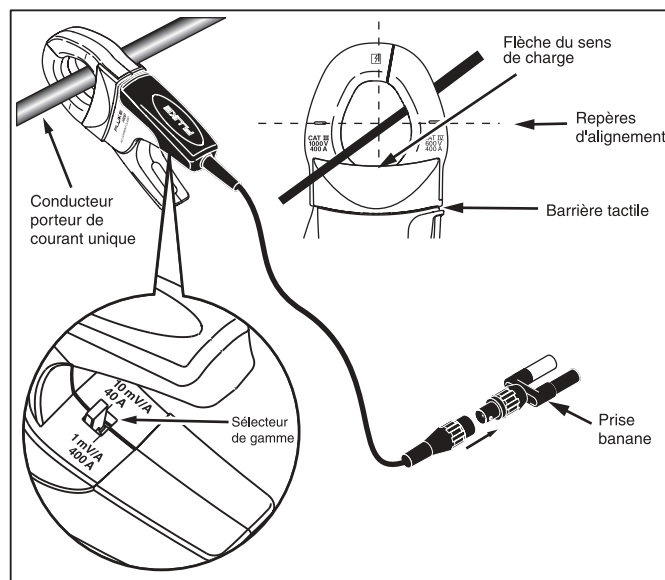

Figure 1. Installation de la pince i400s
- Ne pas tenir la pince ampérimétrique au-dessus de la barrière tactile, voir la figure 1.
Pour utiliser la pince i400s, consultez la section « Conseils de mesures » et la figure 1 :
Pour éviter tout choc électrique ou blessure personnelle, gardez les doigts derrière la barrière tactile, voir Figure 1.